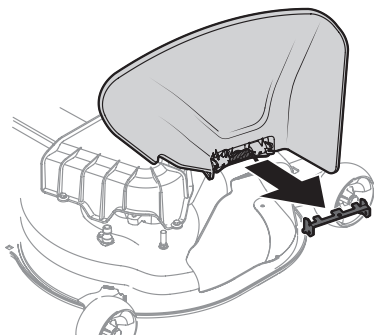

Figura 19
1. Inspeccione la plataforma del tractor para ver si hay una traba de seguridad que pueda estar sujetando el deflector del canal hacia arriba para el envío. Si la traba está presente, se la debe extraer antes de hacer funcionar el tractor. Sosteniendo el deflector del canal totalmente hacia arriba, extraiga la traba de seguridad. Baje el deflector del canal y descarte la traba de seguridad (Figura 19).